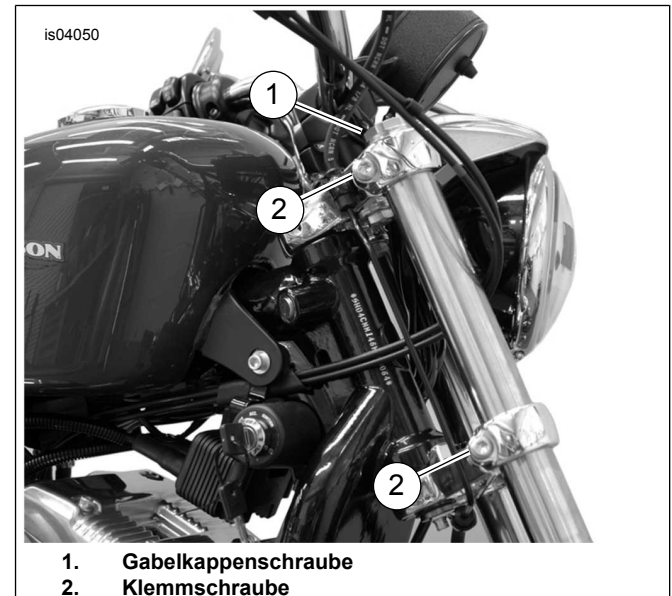

Abbildung 1. Klemmschraube lockern
4. Siehe Abbildung 1. Das Gabelgleitrohr halten, um zu verhindern, dass die Gabel herabfällt, und die Klemmschrauben (2) lösen.
- Siehe Abbildung 1. Das Gabelgleitrohr durch die vordere untere und obere Vorderradgabelhalterungen einführen. Die Gleitrohre so positionieren, dass jede Rohrkappe (1) 10,7–12,7 mm (0.42–0,5 in) über die obere Fläche der oberen Vorderradgabelhalterung hinausragt.
- Bei Modellen mit Blinkern an der Vorderradgabelhalterung die Blinkerbefestigungshalterung aufrecht halten. Bei allen Modellen die Klemmschrauben (2) der unteren und oberen Vorderradgabelhalterung auf ein Drehmoment von 40,7–47,5 N·m (30–35 ft-lbs) anziehen.